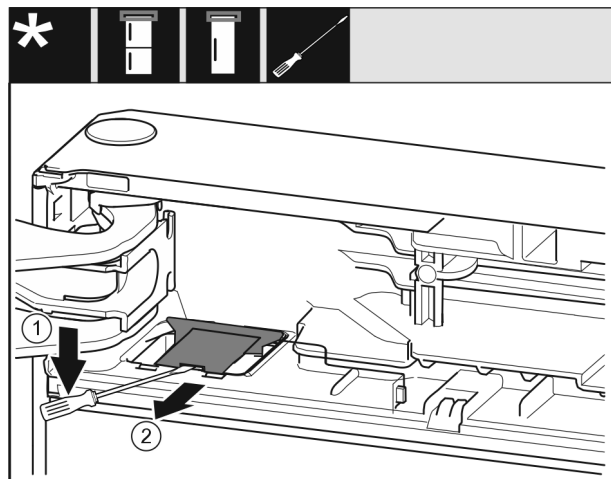

Fig. 10
- Za pomocą śrubokręta wyczepić osłonę i podnieść. *Fig. 10 (1)*
- Wyjąć osłonę. *Fig. 10 (2)*